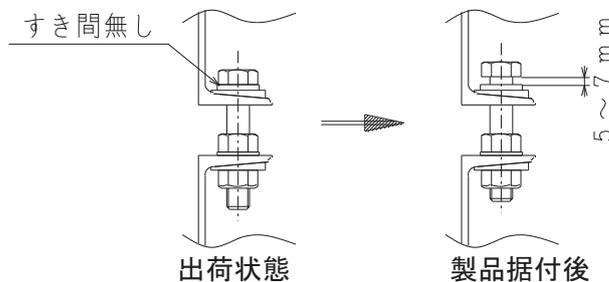

図 8 ストッパーボルト締結状態
- (2) 図 8_出荷状態のようにストッパーボルトを締め付けた状態で出荷します。納入現場にて製品据付後は、必ずストッパーボルトを図 8_製品据付後に示すような位置まで緩め、固定してください。
ロックした状態(図 8_出荷状態)では、期待される防振効果が得られません。